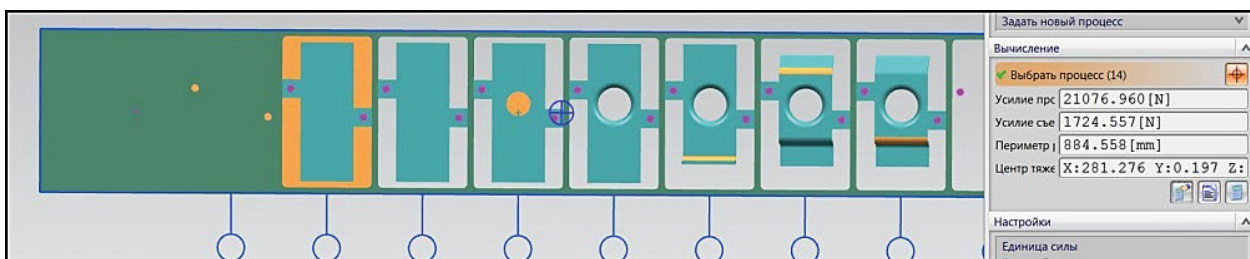

Рис. 6.22. Результат вычислений
14. Анализ результатов показывает, что общая величина усилия не превышает 23 000 Н. Центр давления расположен между четвертой и пятой позицией из девяти установленных станций (рис. 6.22).